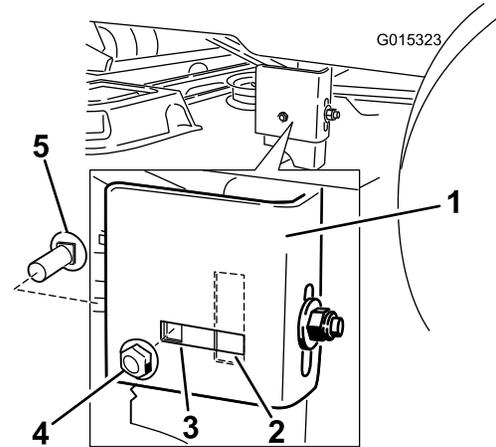

Figura 50
8. Se il bullone a testa tonda laterale è in posizione fissa, rimuovete sia il bullone a testa tonda laterale che il dado di bloccaggio laterale dalla posizione fissa e installateli nella scanalatura posteriore (Figura 50).
7. Spostatevi sul lato sinistro della macchina. Verificate che il bullone a testa tonda laterale sia in posizione fissa o nella scanalatura (Figura 50).